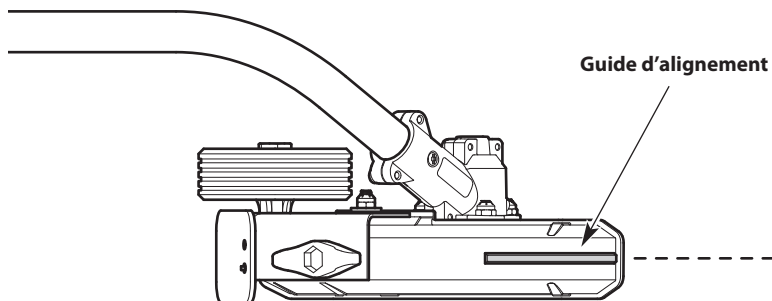

Fig. 5
- Servez-vous du guide d'alignement pour vous aider à conserver l'alignement correct (Fig. 5).